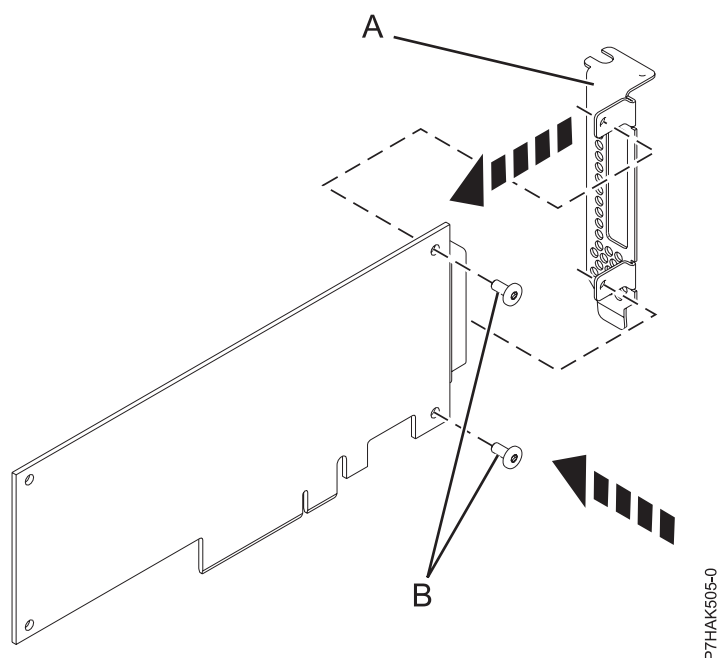

Figura 34. Fixar o contraponto de perfil baixo a um adaptador PCI
11. Utilizando uma chave de parafusos Phillips e os dois parafusos de retenção (B), fixe o contraponto (A) do adaptador PCI avariado ao novo adaptador PCI. Consulte a Figura 34.